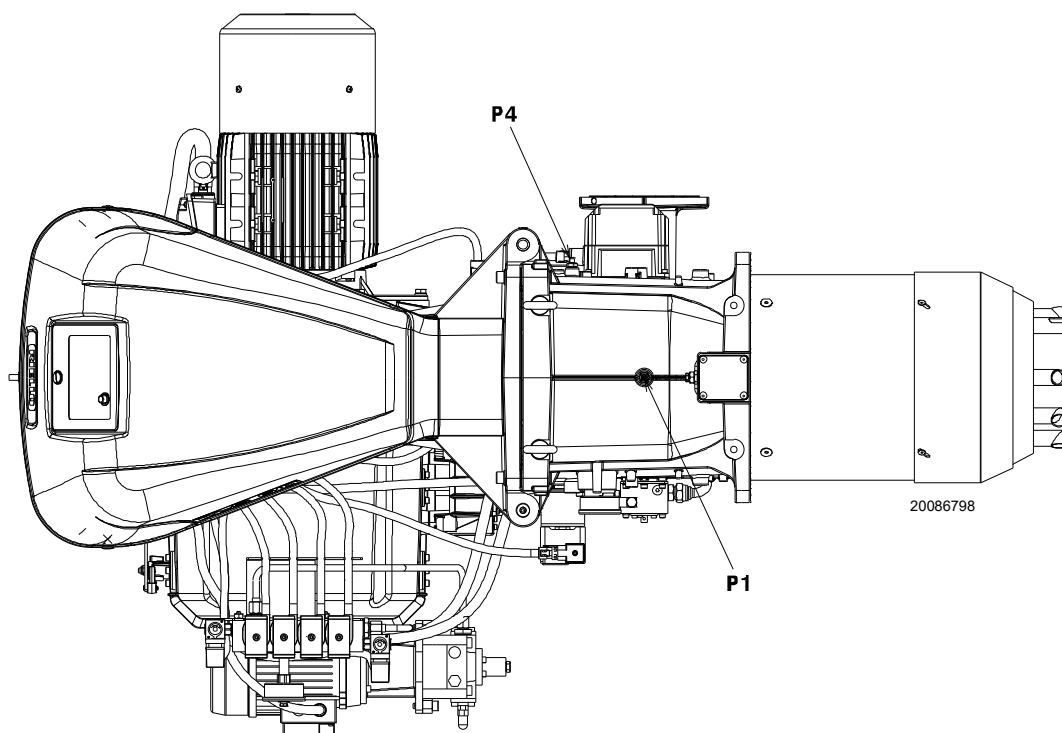

Fig. 26
Presiunea gazului măsurată la ieșirea P1)(Fig. 26 la pag. 29), cu:
- scădeți presiunea din camera de ardere din presiunea gazului la orificiul P1)(Fig. 26 la pag. 29).
Presiunea gazului la orificiul P1)(Fig. 26 la pag. 29)=24,3 mbar
Pentru a cunoaște presiunea de gaz necesară la ieșirea P1)(Fig. 26 la pag. 29), setați puterea MAX la care doriți să funcționeze arzătorul:
- Citiți în dreapta, coloana 1, presiunea la priza P1)(Fig. 26 la pag. 29).
presiunea necesară la priza P1)(Fig. 26 la pag. 29).